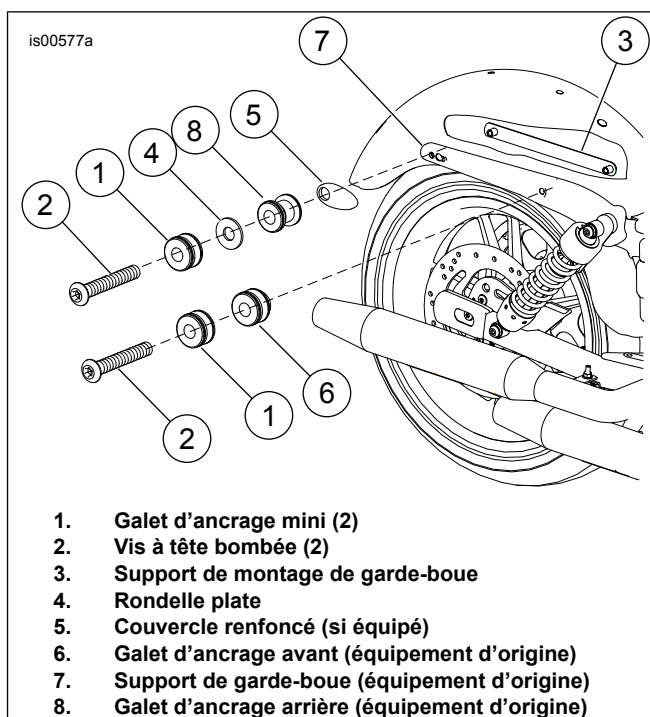

Figure 2. Installer le kit de montage de garde-boue (modèles avec accessoires amovibles)
6. Voir Figure 2. **Vis avant** : Installer le nouveau galet d'ancrage mini (1) et le nouveau galet d'ancrage avant (6) sur la nouvelle vis à tête bombée (2). Installer la vis dans le trou avant du support de garde-boue (7) et dans le support de montage de garde-boue (3).
7. **Vis arrière** : Installer le galet d'ancrage mini (1) et la rondelle (4) sur la vis à tête bombée (2) du kit d'installation. Installer le galet d'ancrage arrière (8) (avec le côté plat du galet d'ancrage vers la rondelle) et le couvercle renfoncé (5) (si équipé) sur la vis. Installer la vis dans le trou arrière du support de garde-boue (7) et dans le support de montage de garde-boue (3).